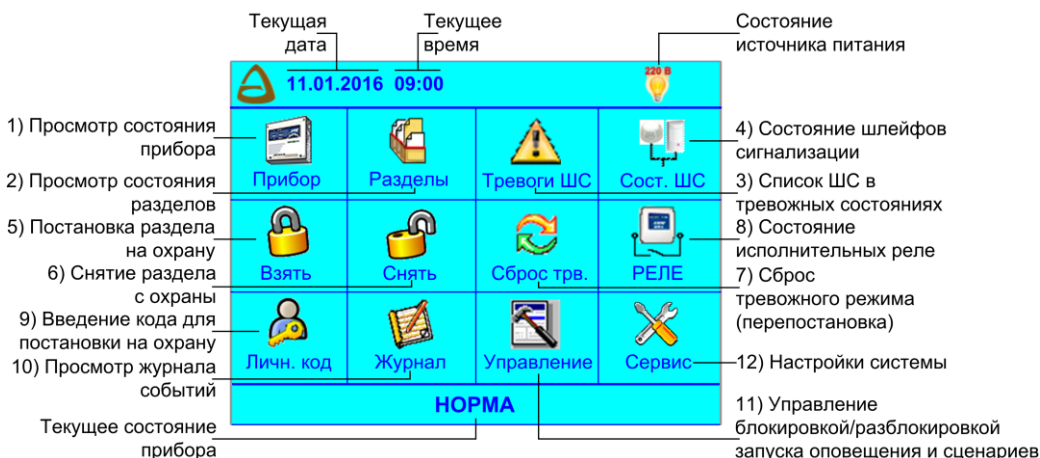

Рис.14 Главное меню БИУ TFT
12.2 В БИУ TFT реализована разветвлённая сеть меню. **Главное меню** БИУ TFT содержит 12 подменю (рис.14), также на экране отображается текущая дата, время, состояние источника питания